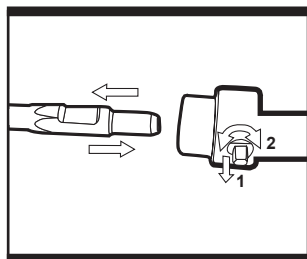

Fig. 2
2. INSTALLATION DU BURIN (Fig. 2)
1. Insérer le burin dans le mandrin (3) en positionnant l'encoche du burin vers le haut de l'outil.
2. Tirer sur le loquet de blocage (2) et le tourner jusqu'à ce que les petits trous coïncident avec la position "Lock".
3. ENLEVER LE BURIN (Fig. 2)